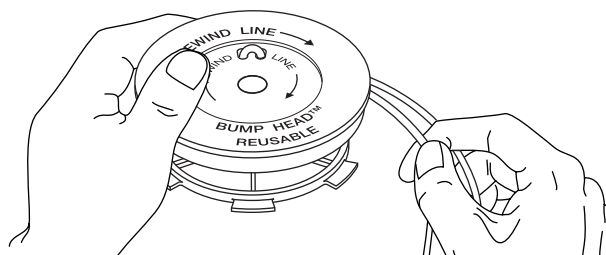

Fig. 17
- Enroulez les fils en couches uniformes serrées sur le moulinet (Fig. 17). Enroulez le fil dans le sens indiqué sur le moulinet intérieur. Placez votre index entre les deux fils pour les empêcher de se superposer. Ne superposez pas les extrémités du fil. Passez à l'étape 11.